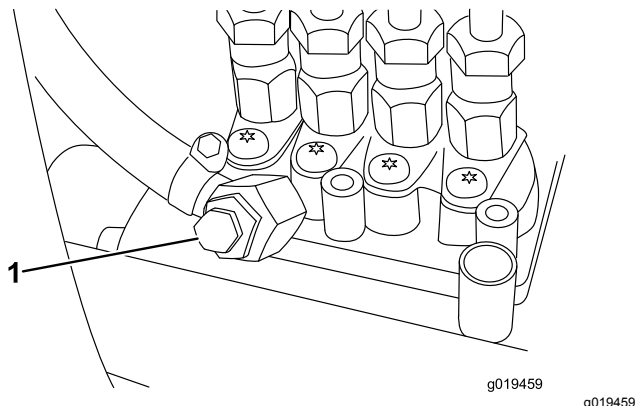

Figura 29
6. Aprite la vite di spurgo dell'aria, situata sulla pompa di iniezione del carburante (Figura 29).